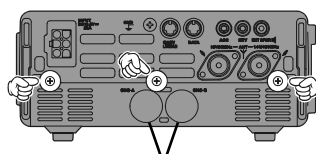

Figure 2
5. Enlever le capuchon plastique, correspondant au libellé ("A" ou "B") du compartiment batterie dans lequel la **FNB-78** a été installée, du couvercle du fond, avant de tourner le capuchon de plastique de telle manière que la petite protubérance du capuchon soit alignée avec la rainure du couvercle du fond (Figure 2).